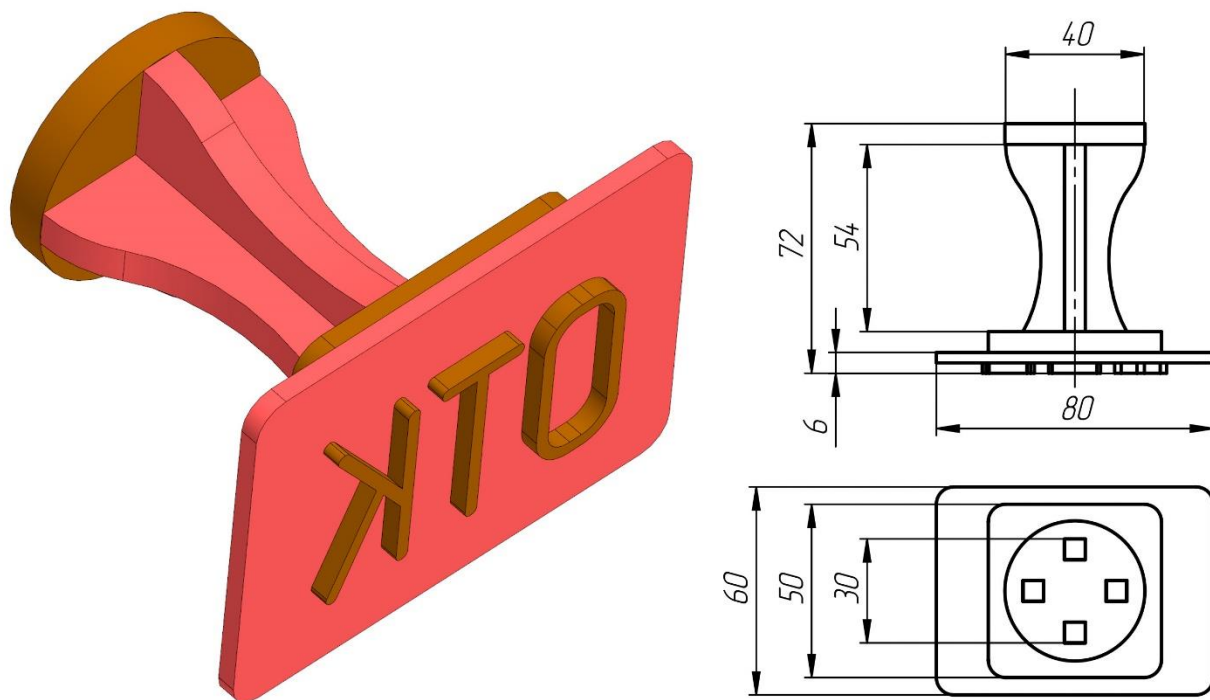

Рисунок 1 – Оригинальная модель изделия «Штамп»
- Необходимо использование метода соединения шип-паз для сопрягаемых деталей: два вертикальных ребра, квадратное основание, круглое навершие (см. Рисунок 1). Всего изделие состоит из 5 деталей